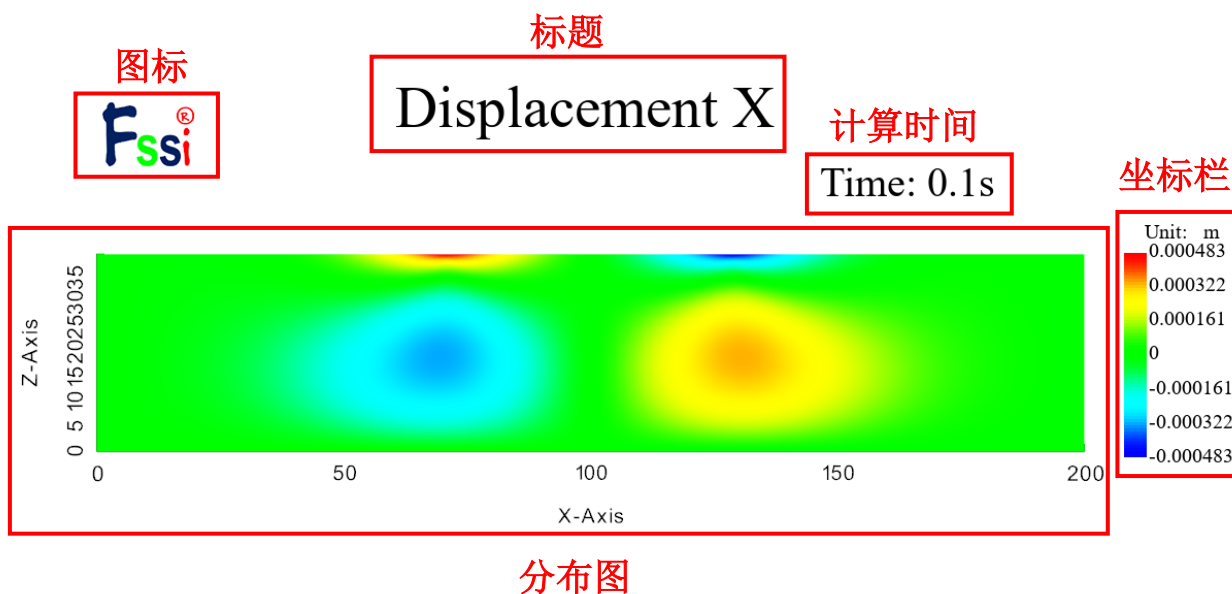

图 7-25 后处理分布图工作区的分区简介图
- 注：1.如图 7-25 所示，用户可以通过按住鼠标中间滑轮拖动标题、分布图、坐标栏和 FSSI 图标，得到用户需要的分布图展示效果。